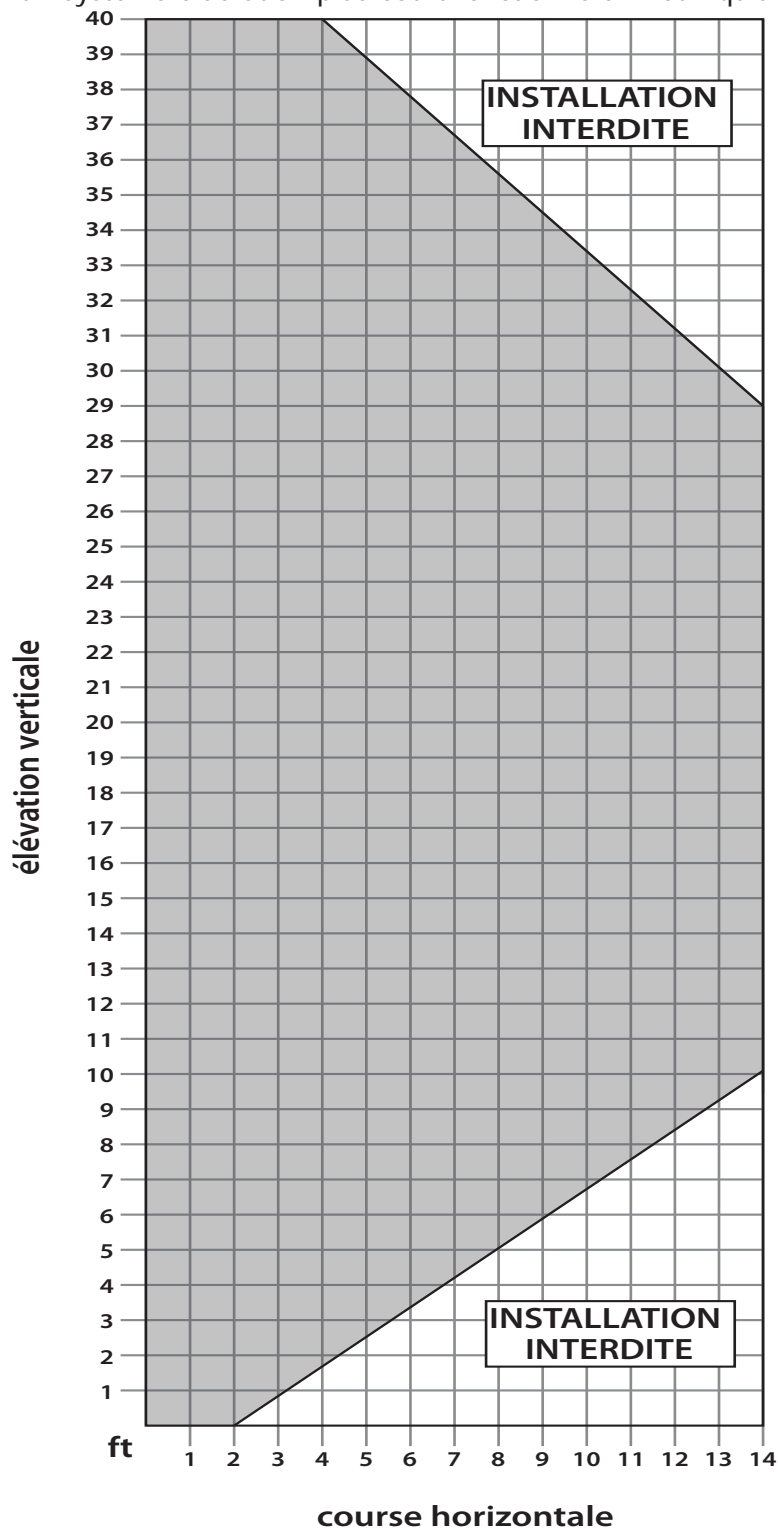

Figure 34: Configurations d'aération possibles pour les terminaisons verticales et horizontales à ventilation par le haut.
Les figures 34 et 35 illustrent la gamme des configurations d'aération possibles si l'appareil est ventilé par le haut ou par l'arrière, pour des terminaisons verticales et horizontales. Toute disposition qui reste dans les zones ombrées est acceptable. Il est idéal d'avoir le moins de coudes possible, car ils ont tendance à perturber la circulation de l'air. L'utilisation de coudes à 45° est préférable à celle de coudes à 90°. De plus, un système d'aération plus court fonctionnera mieux qu'un système plus long. En cas d'aération par le haut, la longueur totale du tuyau d'aération horizontal ne peut pas dépasser 14 pieds (4,27 m) et la longueur totale de l'aération ne peut pas dépasser 44 pieds (13,4 m). N'importe quelle combinaison de montée et de descente peut être utilisée à condition qu'elle se situe dans la zone ombrée (un total de deux (2) coudes à 90° ou quatre (4) coudes à 45° peuvent être utilisés. En plus de ce qui est indiqué, si un coude à 90° est utilisé dans le plan horizontal, 3 pieds (91,4 cm) doivent être soustraits de la descente horizontale autorisée (pour chaque coude à 45°, 1½ pied doit être soustrait).